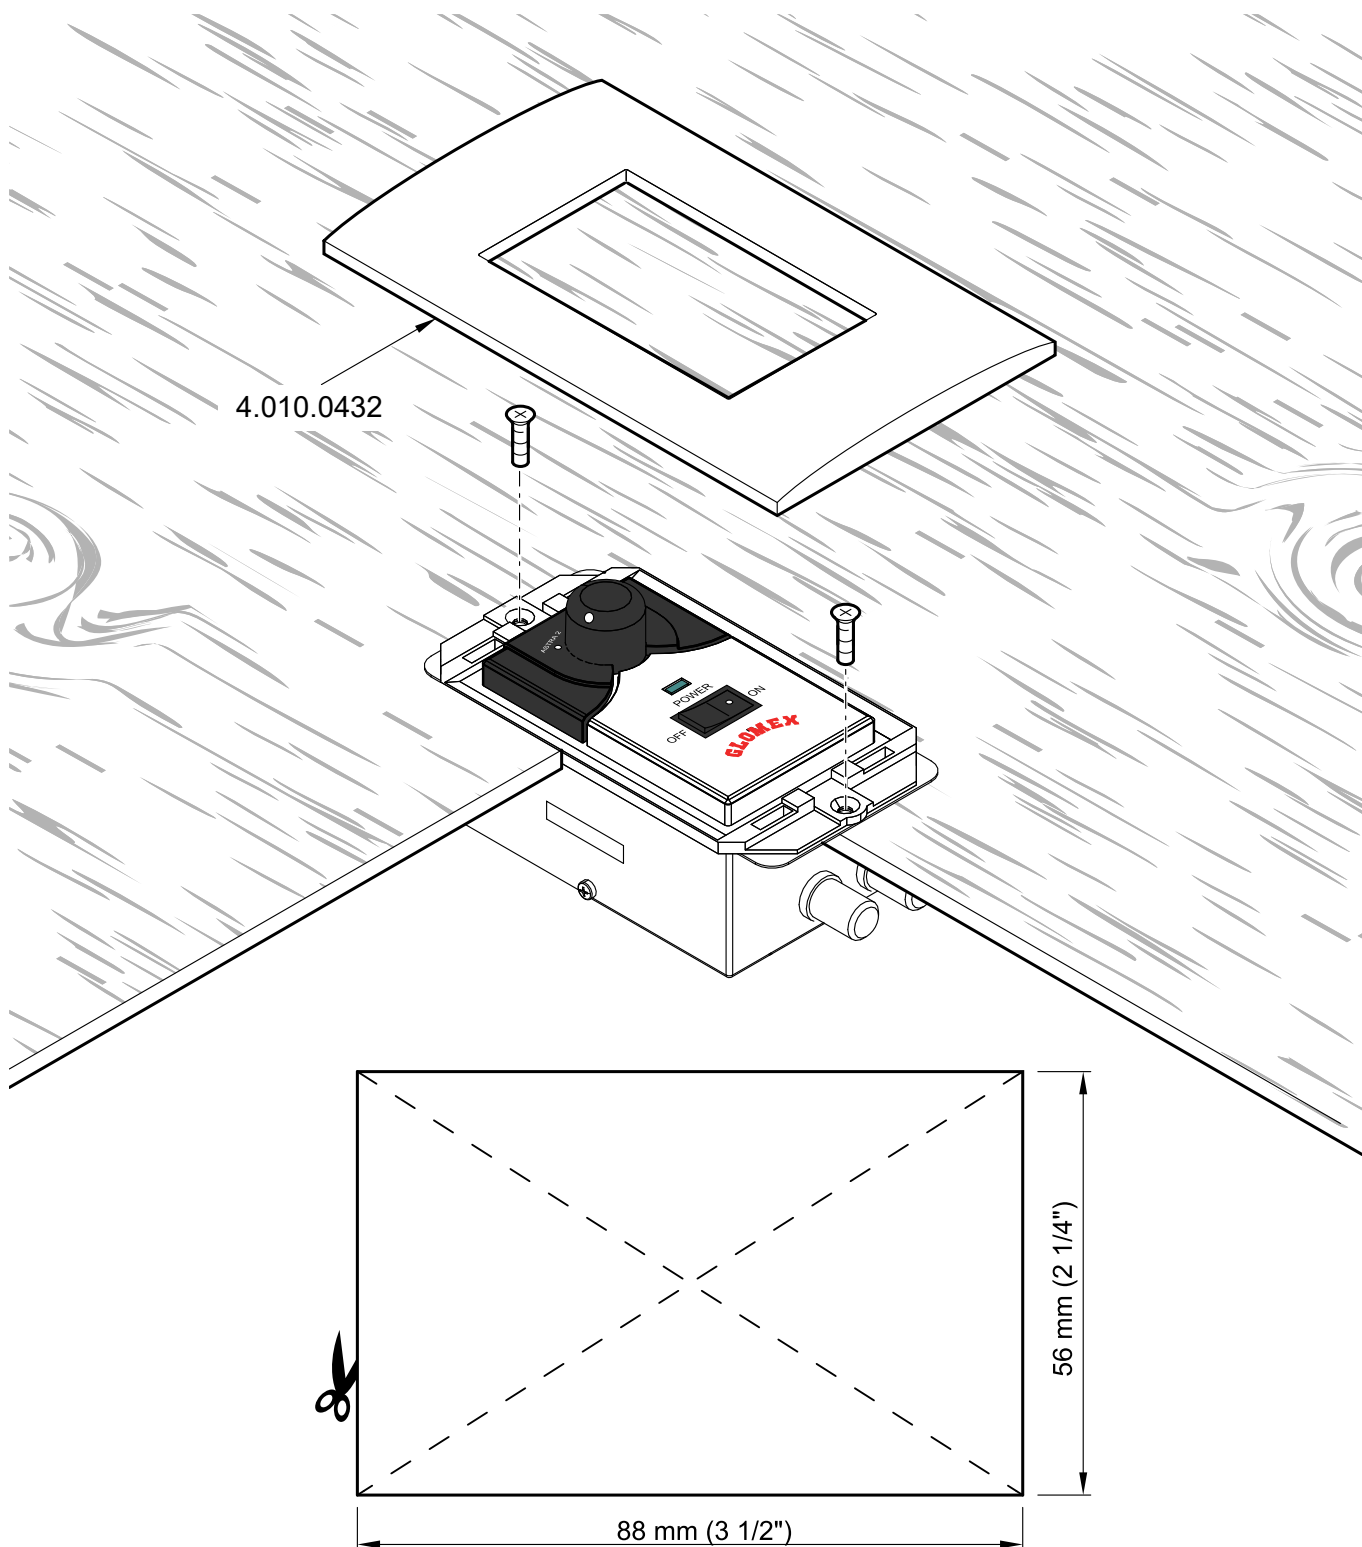

Fig. 19
6. L'unité de contrôle peut être installée en encastrement des plaques disponibles à l'achat (3 modules) ou avec des accessoires GLOMEX (code 4.010.0432, voir **Fig. 19**) en perçant un trou avec une scie alternative et utilisant une perceuse avec une mèche de 2,5 mm (utiliser le gabarit à la page suivante pour les dimensions correctes).